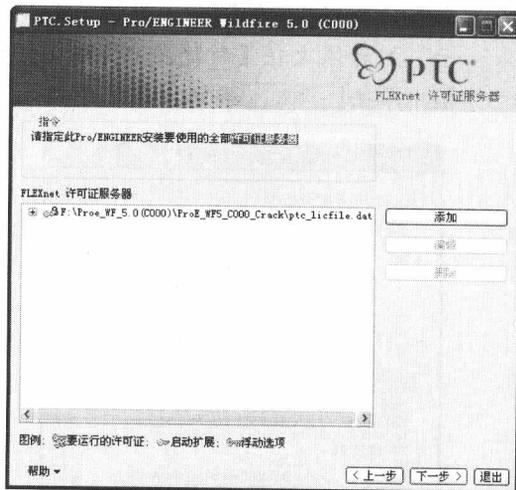

图 1-5 【FLEXnet 许可证服务器】对话框
- 06 在【定义安装组件】对话框中单击 **下一步 >** 按钮，弹出【FLEXnet 许可证服务器】对话框，如图 1-5 所示，定义许可证文件安装文件夹以及选择许可证文件。
- 07 单击 **添加** 按钮，弹出【打开】对话框。选择在第 2 步中生成的 ptc_licfile.dat，单击 **打开** 按钮，ptc_licfile.dat 文件的保存位置显示在列表框中，如图 1-5 所示。